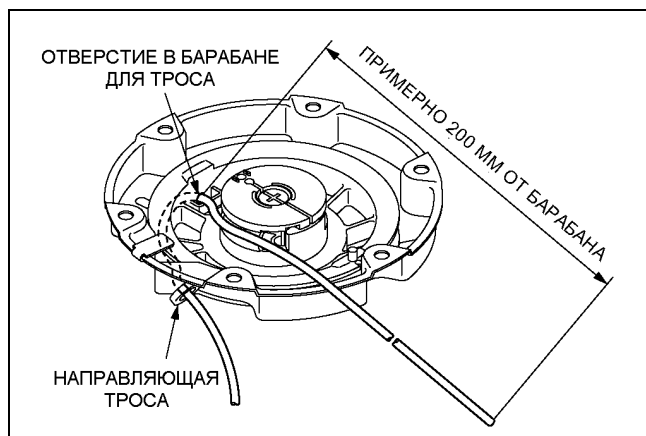

Рис. 13-7
(4) Натяжение пружины барабана
- 2 Зафиксируйте барабан таким образом, чтобы отверстие в барабане под трос совпало с направляющей троса. (Рис. 13-7)
- 1 Пропустите конец троса через направляющую троса и отверстие для троса в барабане и вытяните трос из барабана примерно на 20 см. (Рис. 13-7)